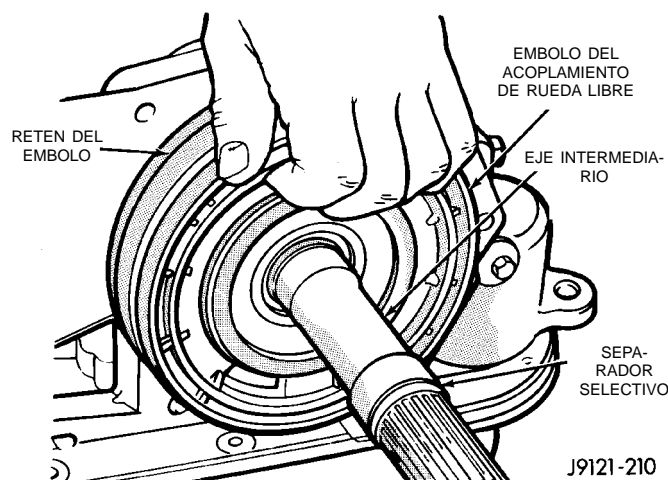
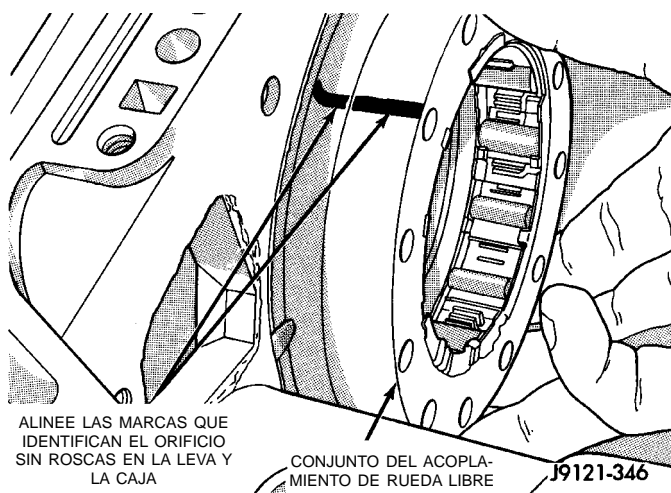

Fig. 141 Desmontaje del émbolo de sobremarcha
Fig. 142 Desmontaje de la leva del acoplamiento de rueda libre
- (1) Retire el émbolo del sobremarcha (Fig. 141).
- (2) Retire los pernos del retén del émbolo de sobremarcha.
- (3) Retire el retén del émbolo de sobremarcha.
- (4) Retire la junta de la caja.
- (5) Marque la posición de la leva del acoplamiento de rueda libre en la caja (Fig. 142).
- (6) Retire los pernos de la leva del acoplamiento de rueda libre.
- (7) Retire la leva del acoplamiento de rueda libre.